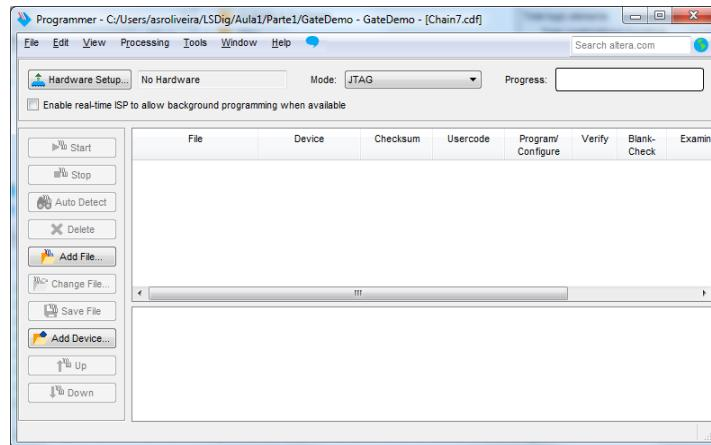

Figura 25 – Janela inicial da aplicação de programação da FPGA.
**17.** No final do processo de compilação, programe a FPGA através do comando “*Program Device*” que deverá abrir a janela da Figura 25.